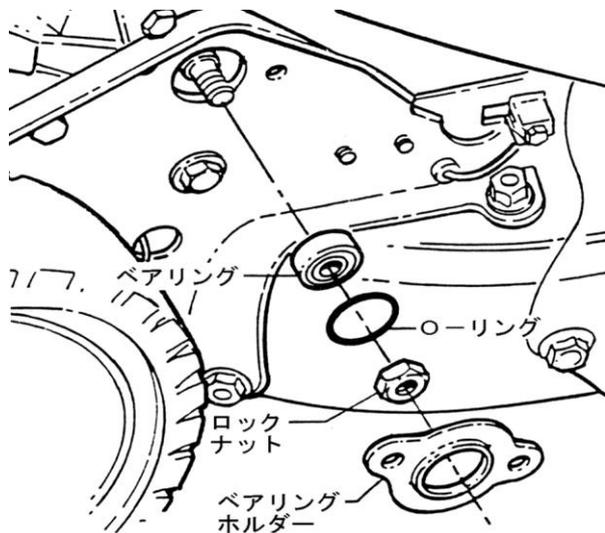

図6-13
⑥ 六角シャフトプリーアのベアリングの交換
2. 9/16 インチのスパナでロックナットを外します。(図6-13)